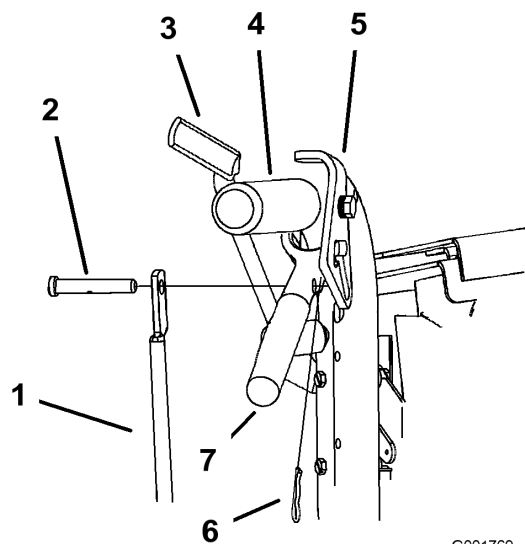

Figure 13
1. Retirez les goupilles fendues et les axes de chape des leviers de déplacement et des verrous du point mort (Figure 13).
- Ajustez la longueur de la tige de commande en la tournant dans sa fixation (Figure 13).
- Posez une goupille fendue entre les leviers de déplacement et les verrous de point mort, et dans les axes de chape (Figure 13).